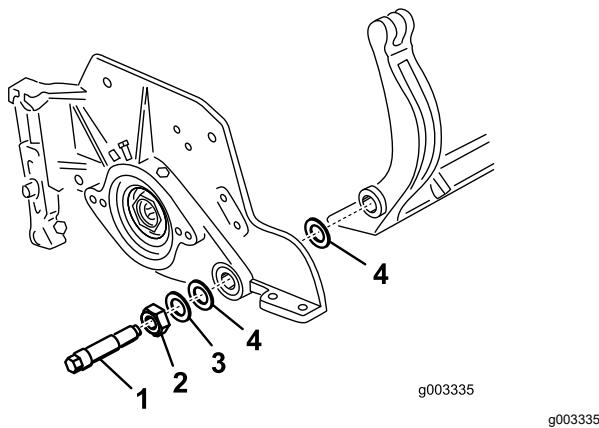

Bild 36
4. Nehmen Sie jede Schraube des Untermesserträgers ab, damit der Untermesserträger nach unten gezogen und von der Schneideeinheit entfernt werden kann (Bild 36).
Bewahren Sie die beiden Nylonscheiben und die Stahlscheibe von den beiden Enden des Untermesserträgers auf (Bild 36).
3. Legen Sie eine Nylonscheibe auf jede Seite des Seitenplattenansatzes. Legen Sie eine Stahlscheibe außen auf jede Nylonscheibe (Bild 36).